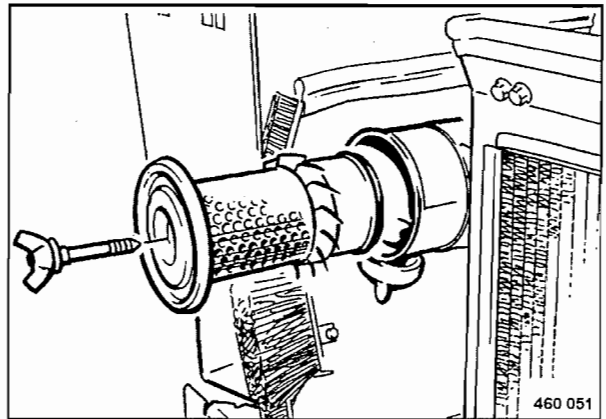

Fig. 131
- Anterior a la colocación hay que comprobar las superficies de contacto en el filtro de aire seco (Fig. 131).